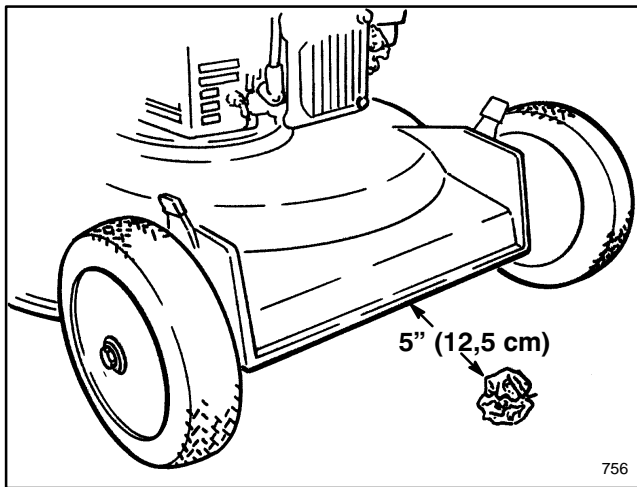

Figure 15
4. Froisser une demi-feuille de papier journal en une boule d'environ 7 cm de diamètre, suffisamment serrée pour passer sous le carter de tondeuse (Fig. 15).
5. Poser la boule devant la tondeuse, à une distance d'environ 12 cm (fig. 15).
4. Froisser une demi-feuille de papier journal en une boule d'environ 7 cm de diamètre, suffisamment serrée pour passer sous le carter de tondeuse (fig. 15).